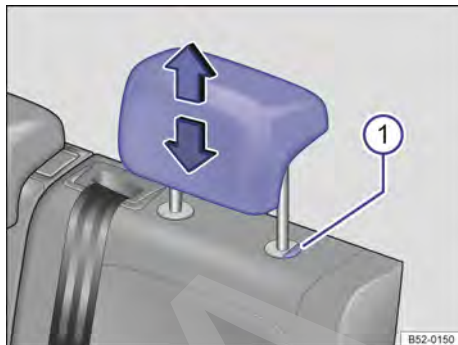

Fig. 69 Apoyacabezas trasero: ajustar.
- Mover el apoyacabezas hacia arriba o hacia abajo, en el sentido de la flecha, presionando el botón → fig. 69 ⓘ. → ⚠ en *Introducción al tema* de la pág. 83